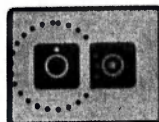

Рисунок 57
8.2.1.7 Выключите штатив при помощи выключателя ON/OFF (см. рисунок 57).